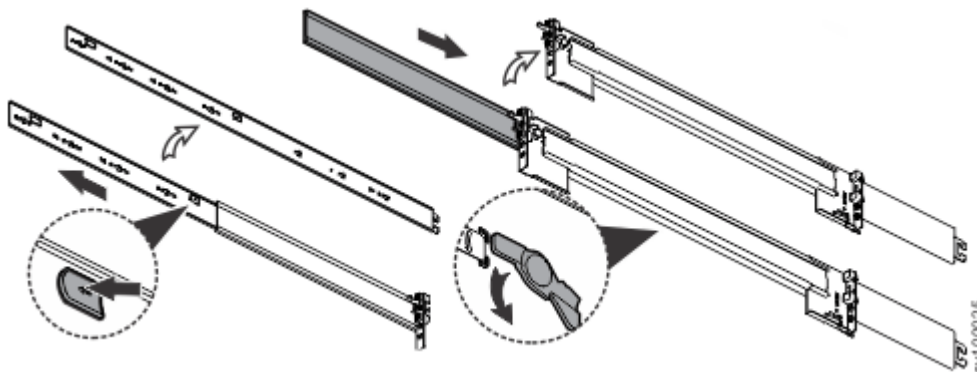

Figure 22. Déconnexion de la section de glissière interne
3. Déconnectez l'élément interne de la glissière en trois parties, comme indiqué sur la Figure 22, à la page 21.